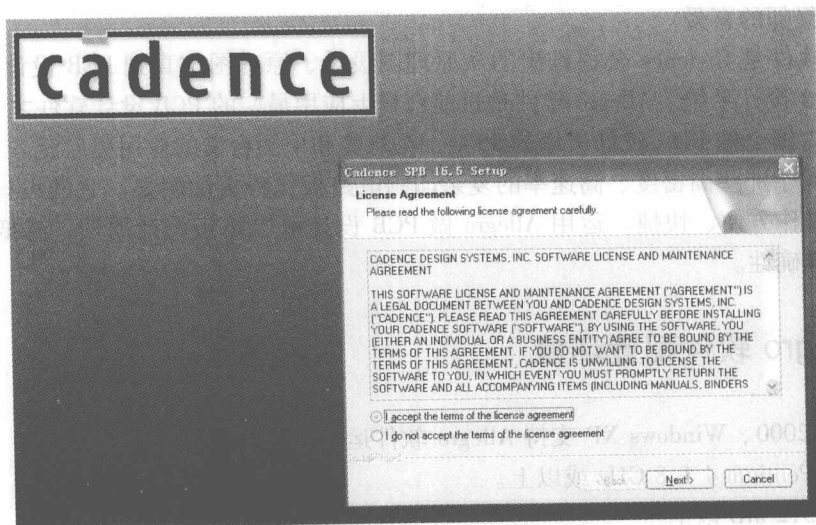

图 1-2 安装协议
3) 在如图 1-2 所示的对话框中, 选择 “I accept the terms of the license agreement” 按钮。